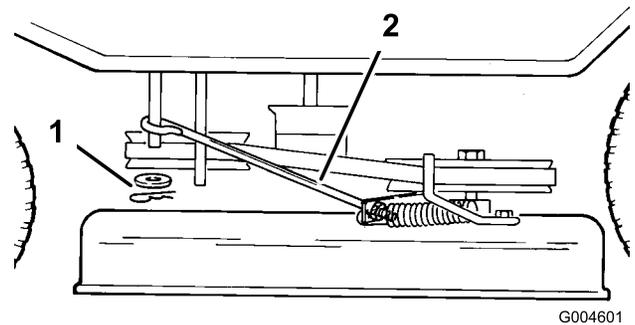

Figure 37
11. Enlevez la goupille fendue et la rondelle du bras de commande de la lame, du côté gauche du plateau de coupe (Figure 37).
17. Montez et fixez la tige de commande de la lame sur le bras de commande à l'aide de la rondelle et de la goupille fendue (Figure 37).